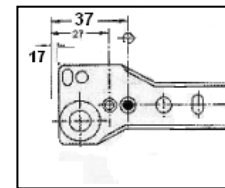

Рис.2 Схема установки роликовых направляющих
1. К боковым стойкам №2;3 прикрутить подпятники - Р на саморезы - И и направляющие - Т саморезами – И(рис.2);